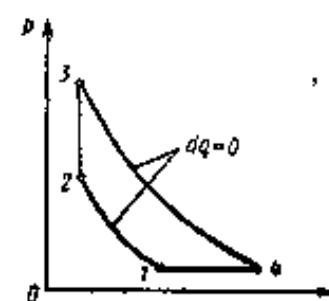

Рис. 2
3. Определить параметры p , v , T крайних точек всех процессов, работу цикла l_u и термический к.п.д. η_t цикла ГТУ с подводом теплоты по изохоре (рис. 2), если известны $p_1 = 0,1 \text{ МПа}$; $t_1 = 0^\circ\text{C}$, $p_2 = 0,95 \text{ МПа}$; $p_3 = 1,4 \text{ МПа}$; рабочее тело - 1 кг сухого воздуха, $k=1,41$; $c_p=1,005 \text{ кДж/(кг}\cdot\text{К)}$.